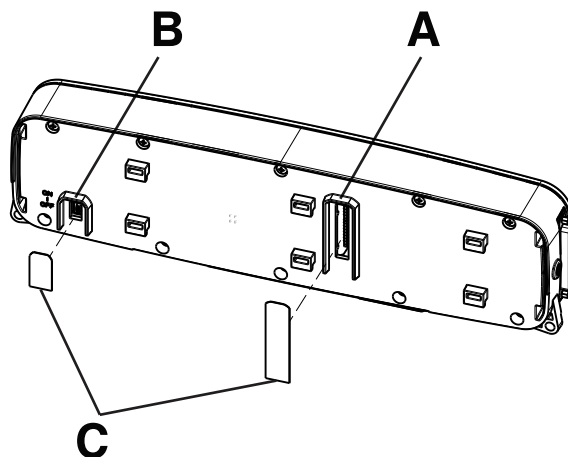

Figure 2 – Configuration des commutateurs
2. À l'aide d'un crochet droit, configurer les commutateurs DIP SB1 et SB2 (A) pour les faire correspondre au système d'appel infirmier et au câble de communication pour appel infirmier (Figure 2).
3. À l'aide d'un crochet droit, tourner le commutateur **Marche/Arrêt** du Secure Connect (B) en position **Marche** (Figure 2).
4. Coller les deux étiquettes IPX fournies (C) sur les ouvertures du commutateur DIP et du commutateur **Marche/Arrêt** situées à l'arrière du Secure Connect (Figure 2).